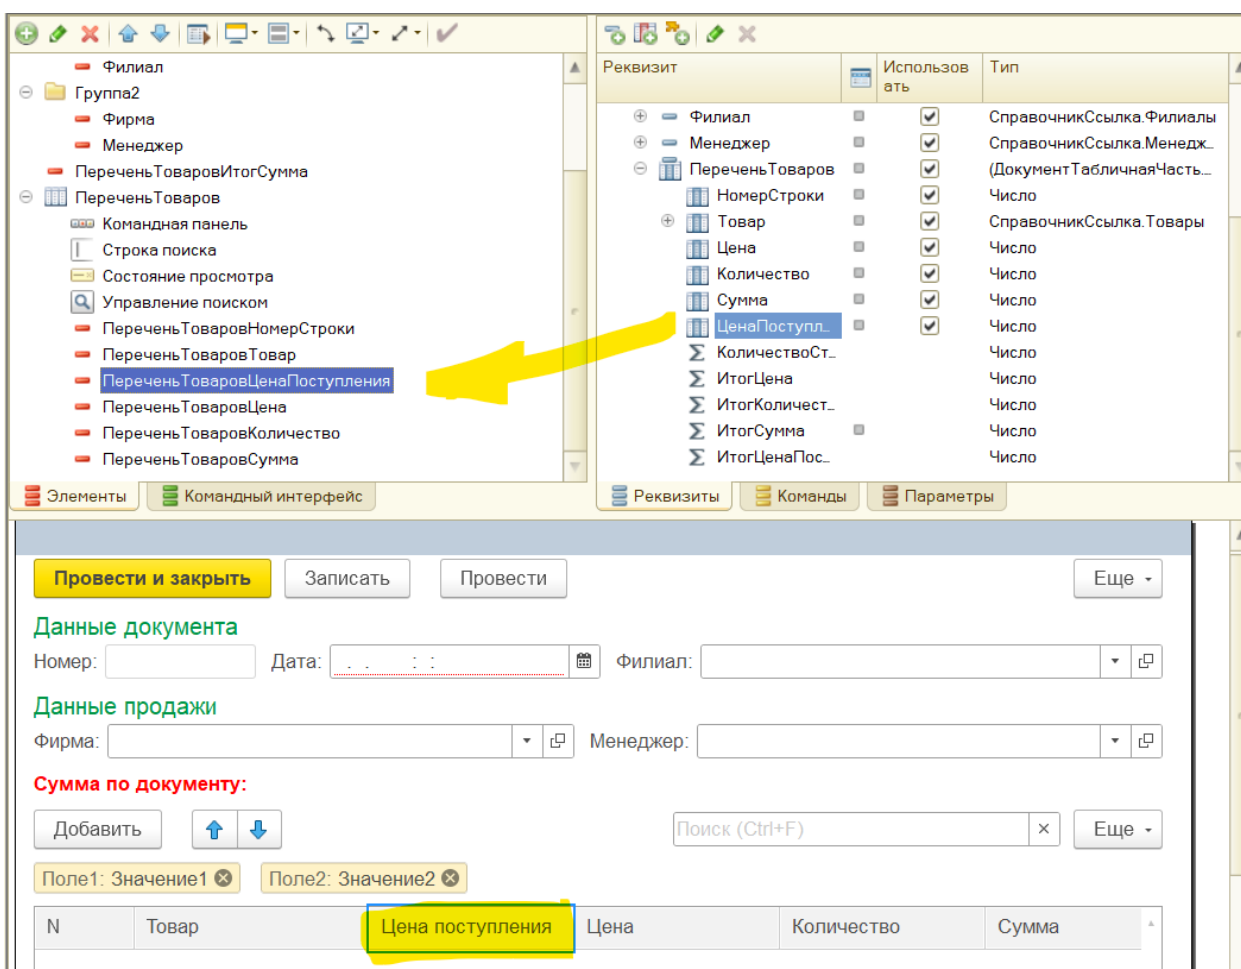

Рис. 3.25. Вкладка Движения документа «Продажа товаров»
2. Добавим этот реквизит на форму документа «Продажа товаров» (рис. 3.25).